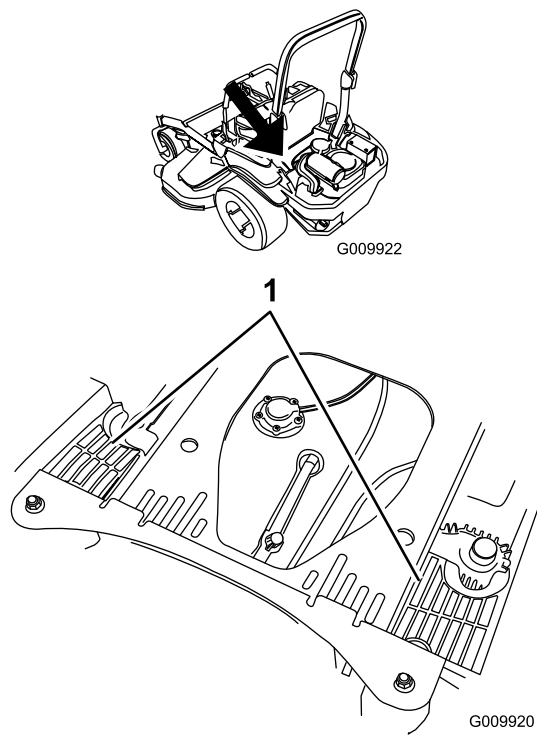

Figure 79
4. Débarrassez les carénages de l'unité hydraulique de l'herbe et des débris accumulés (Figure 79).